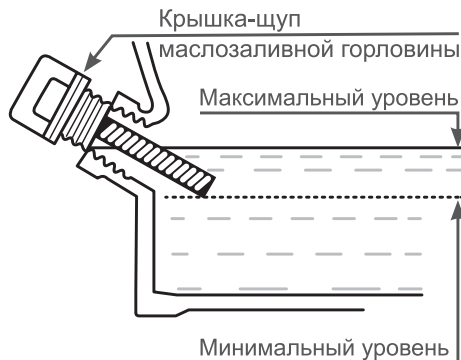

Рис. 7 Проверка уровня масла в картере
Максимальный уровень масла в камере соответствует нижней кромке заливного отверстия (Рис. 7).
2. Выкрутите крышку-щуп маслозаливной горловины и извлеките щуп (Рис. 7).
4. Аккуратно извлеките щуп и осмотрите его. Уровень масла должен соответствовать верхней отметке на щупе. При недостаточном уровне масла в картере необходимо долить чистое масло до верхней отметки на щупе, что соответствует нижней кромке заливного отверстия (Рис. 7).